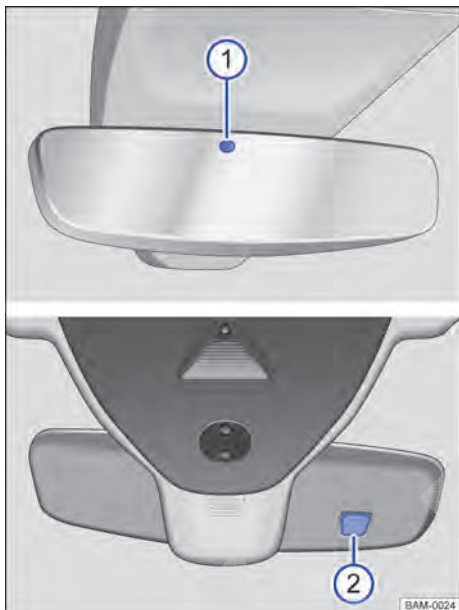

Fig. 107 No para-brisa: espelho retrovisor interno com antiofuscante automático.
Com a ignição ligada, os sensores medem a incidência traseira → Fig. 107 ① e dianteira de luz ②.